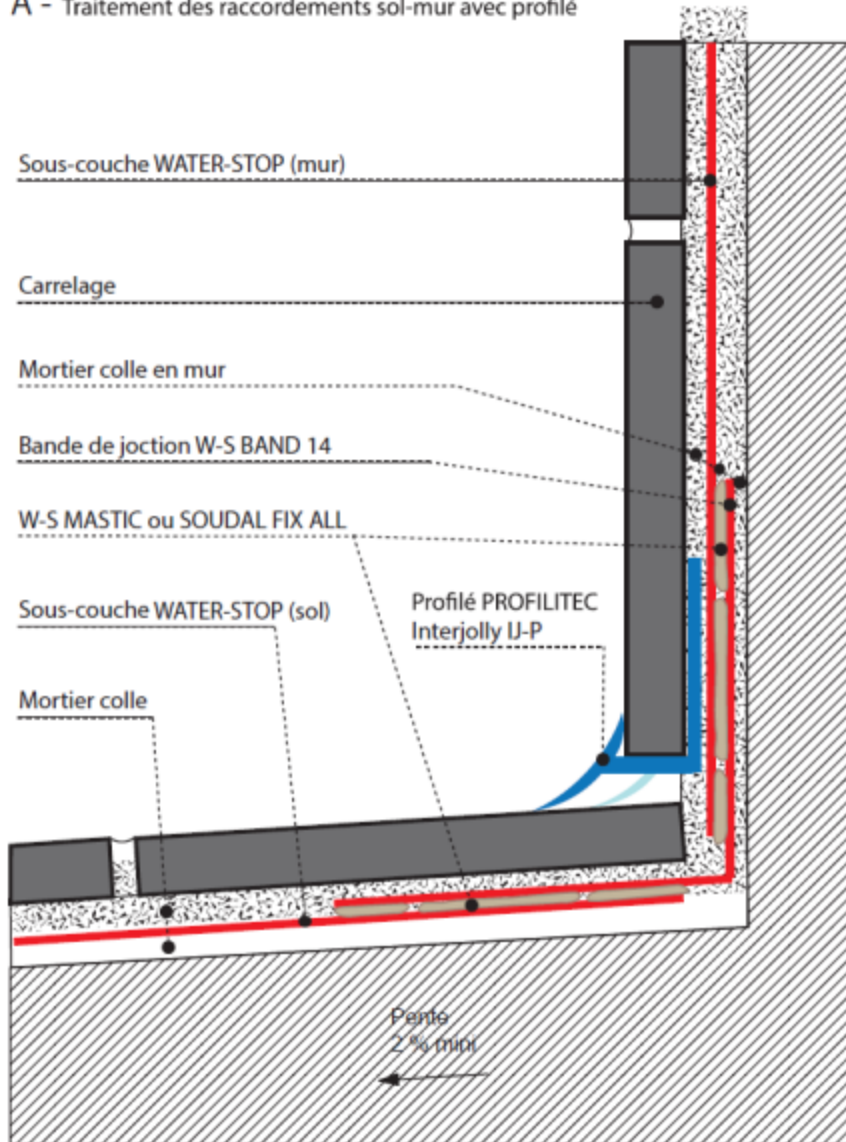

Figure 2a – Finition des relevés sol-mur - cas A : avec profilé spécifique
2.4.1.3.1. Raccordements sol-mur (figures 2a et 2b)